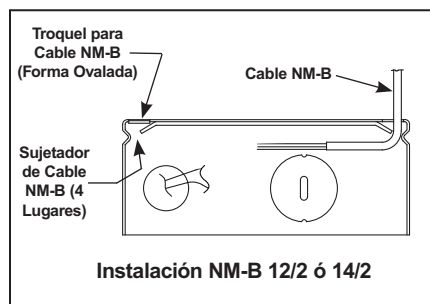

Figura 6
**Cable con Revestimiento No Metálico 12/2 ó 14/2 (Tipo NM-B).** Quite el/los troquel(es) de forma D para cables correspondientes. Inserte el cable NM-B a través del sujetador de cable y haga un doblez en forma de L de 90° en el cable, como se muestra (Figura 6).